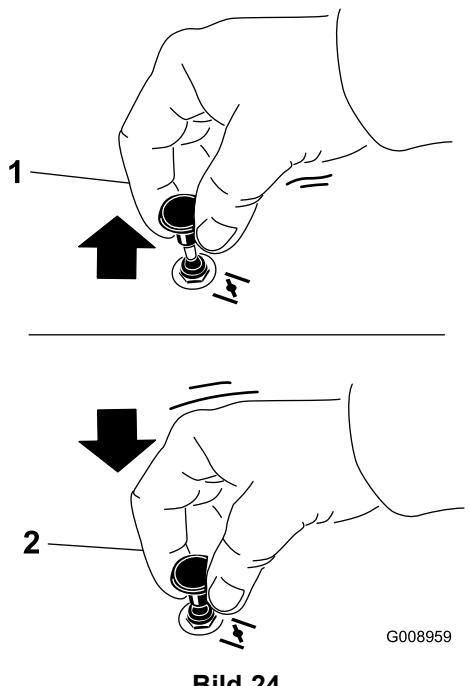

Bild 24
1. Ziehen Sie das Choke-Handrad heraus, um den Choke zu aktivieren, bevor Sie das Zündschloss verwenden (Bild 24).
2. Drücken Sie das Chokehandrad herein, um den Choke zu deaktivieren, wenn der Motor angesprungen ist (Bild 24).